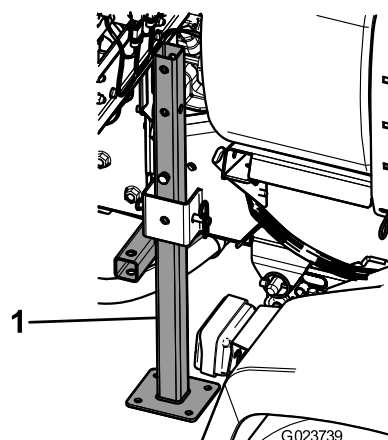

Figura 48
3. Insira os macacos traseiros de baixo para cima na estrutura perto dos pontos de fixação traseiros (Figura 48).